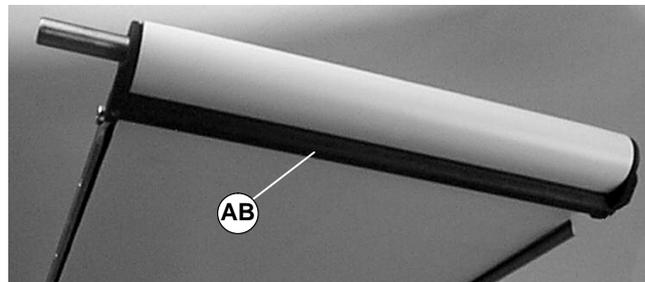

Abbildung 19
1. Bei einem Flachbandförderer den/die unteren Abstreifer entfernen und zur Seite legen (AB siehe Abbildung 19).
- Den/die unteren Abstreifer entfernen und zur Seite ablegen (AB siehe Abbildung 19).
- Bei einem Flachbandförderer den/die unteren Abstreifer installieren (AB siehe Abbildung 19). Die Madenschrauben im Rahmen zentrieren und mit 3,7 Nm festziehen.
4. Die Klemmplattenschrauben (W) mit 9 Nm festziehen.
5. Bei einem Flachbandförderer den/die unteren Abstreifer installieren (AB siehe Abbildung 19). Die Madenschrauben im Rahmen zentrieren und mit 3,7 Nm festziehen.
3. Bei einem Flachbandförderer den/die unteren Abstreifer installieren (AB siehe Abbildung 19). Die Einstellschrauben im Gestell zentrieren und auf 3,7 Nm festziehen.